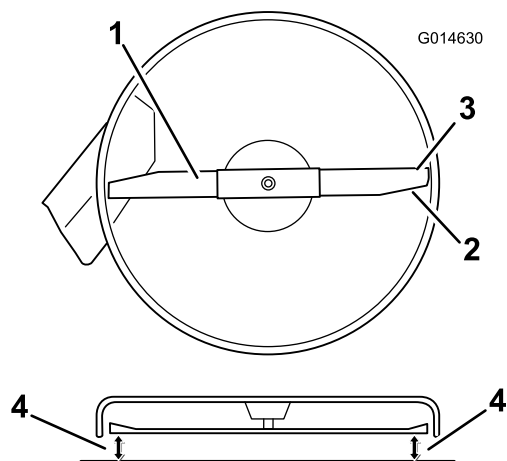

Figure 52
- Faites pivoter la ou les lames avec précaution pour qu'elles soient toutes parallèles (Figure 52).
- Mesurez la distance entre les tranchants extérieurs et le sol plat (Figure 52). Si les deux mesures diffèrent de plus de 5 mm (3/16 po), un réglage s'impose. Poursuivez la procédure.